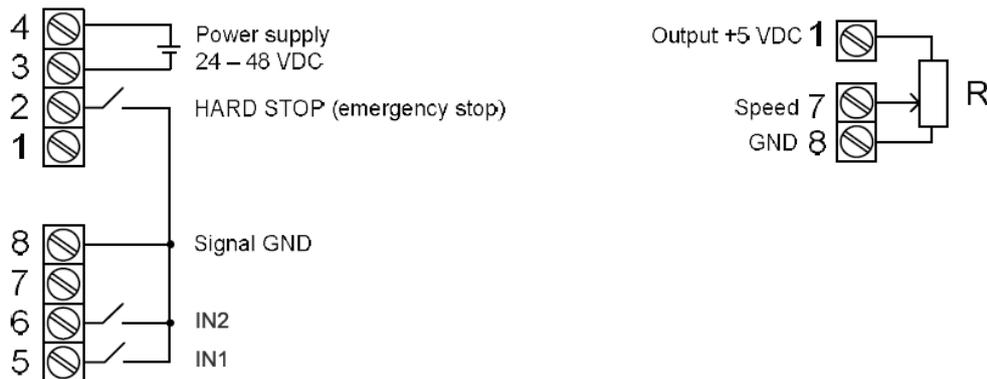

Fig. 3. Conexión de la fuente de alimentación y elementos de control externos
2. Conecte los elementos de control externos de acuerdo con los esquemas del diagrama de conexión en la fig. 3: